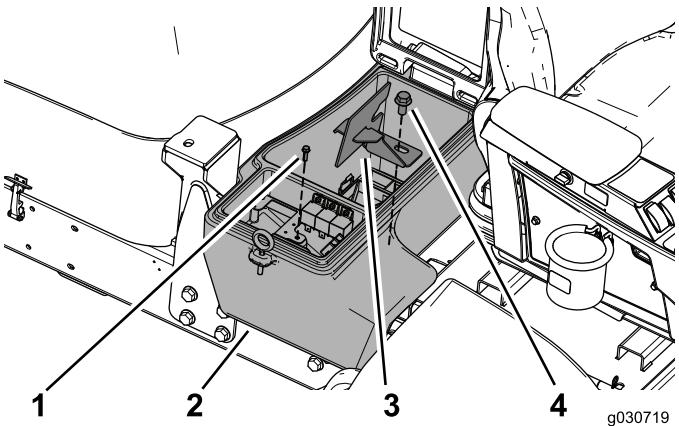

Figura 22
- Utilice el tornillo para sujetar la placa del arnés de cables a la máquina, y utilice el perno (1/2" x 1") para sujetar la pieza de sujeción del compartimento de la batería y el compartimento de la batería a la máquina (Figura 22).